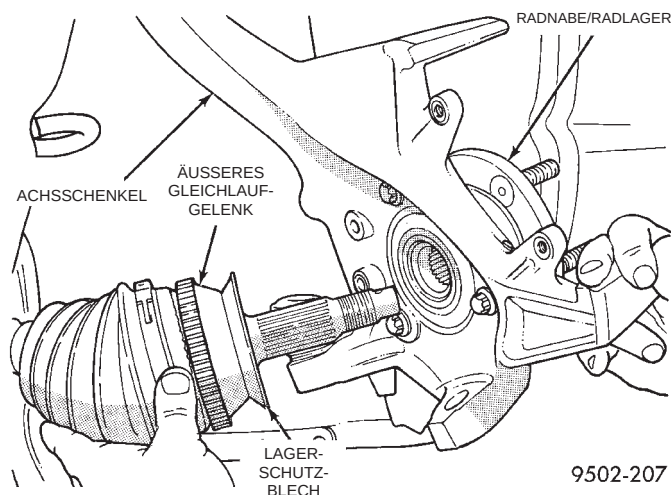

Abb. 69 Achsschenkel von der Antriebswelle abziehen
(15) Achsschenkel herausziehen und nach außen vom äußeren Gleichlaufgelenk der Antriebswelle abziehen. Dabei die Antriebswelle festhalten oder aufhängen (Abb. 69).